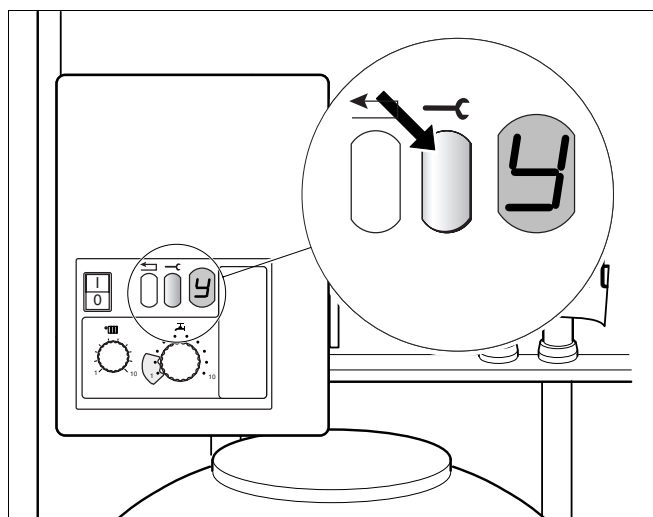
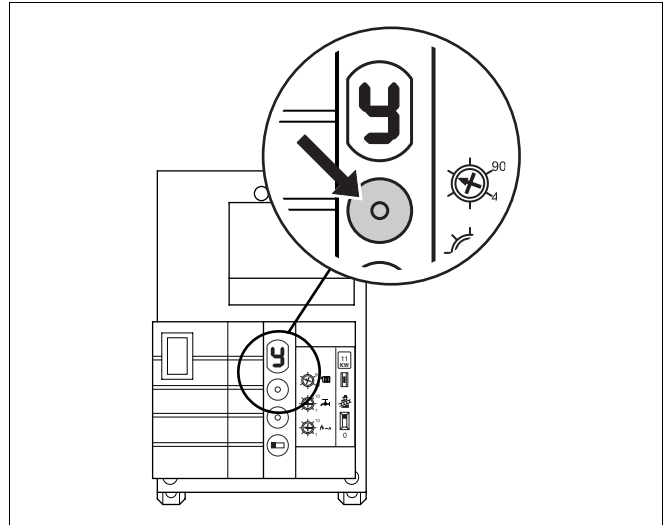

Abb. 3 Taste "Service" UBA 1.5
Abb. 4 Taste "Service" UBA 1.0
- Taste "Service" drücken (Abb. 3 und Abb. 4).